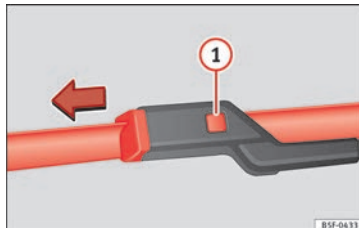

Fig. 79 Remplacement des balais de l'essuie-glace avant.
- Maintenez enfoncée la touche de déverrouillage » fig. 79 ❶ en tirant légèrement le balai dans le sens de la flèche.